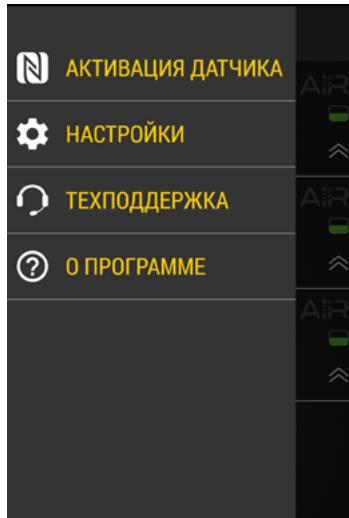
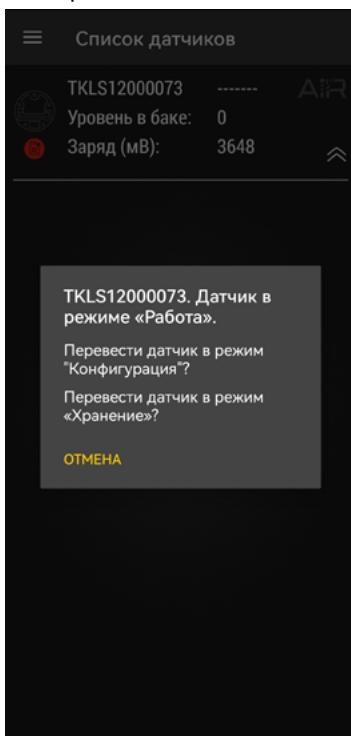
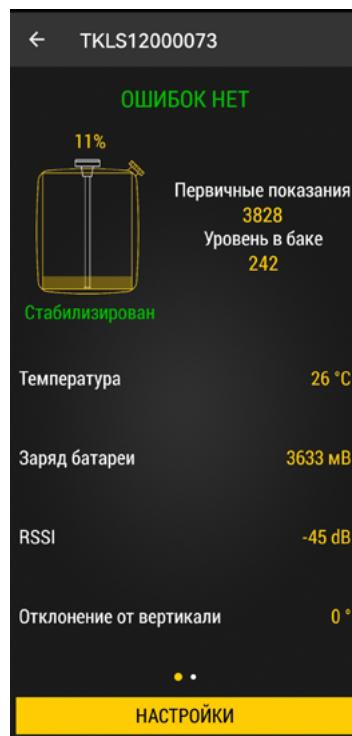
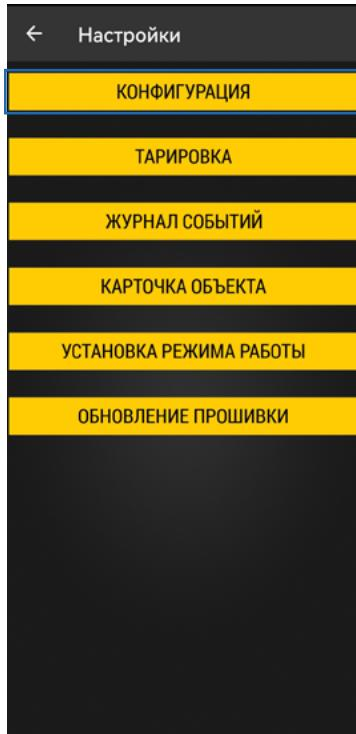

Рис.7. Активация датчика
Рис.10. Выбор режима
Рис.11. Рабочий экран
Рис.12. Главное меню
- Далее выберите «Активация датчика» (**Рис.7**).
- Для изменения параметров работы датчика, находящегося в режиме «Работа» переведите датчик в режим «Конфигурация». Для этого откройте приложение и перейдите в меню «Активация датчика» (**Рис.7**). Далее поднесите NFC сканер мобильного устройства к датчику и в приложении выберите режим «Конфигурация» (**Рис.10**). На рабочем экране приложения появятся показания датчика (**Рис.11**). Если подключение датчика к мобильному устройству выполняется впервые или пароль датчика не совпадает с сохраненным в мобильном устройстве, то перед изменением режима работы датчика, приложение попросит ввести его пароль.
- На рабочем экране (**Рис.11**) нажмите «Настройки», далее «Конфигурация» (**Рис.12**). Откроется экран с настройками датчика.